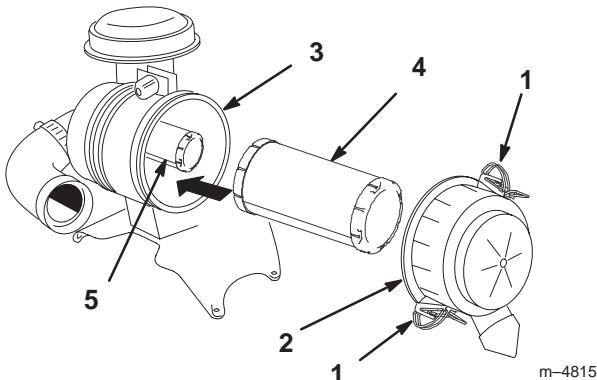

Figure 40
3. Ouvrez les dispositifs de verrouillage du filtre et ôtez le couvercle du corps du filtre (Fig. 40).
5. Sortez l'élément primaire du corps du filtre avec précaution (Fig. 40). Évitez de cogner l'élément à l'intérieur du corps.
2. Si vous remplacez l'élément de sécurité, insérez-le avec précaution dans le corps du filtre (Fig. 40).
3. Installez ensuite l'élément primaire sur l'élément de sécurité avec les mêmes précautions (Fig. 40). Assurez-vous qu'il est bien engagé en appuyant sur le rebord extérieur lorsque vous l'installez.
4. Reposez le couvercle, le côté portant l'inscription **UP** étant tourné vers le haut, et enclenchez les fixations (Fig. 40).